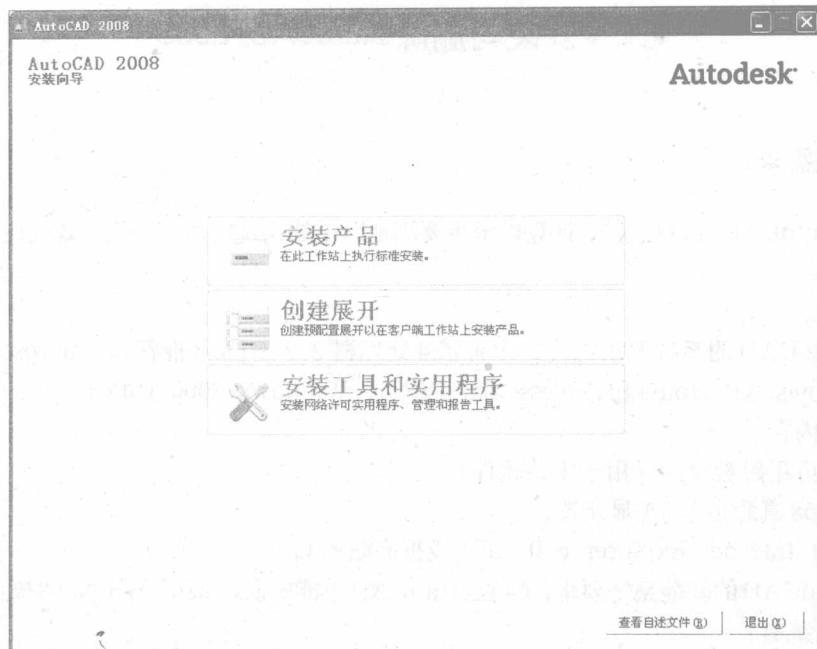

图 1-2-1
(1) AutoCAD 2008 安装光盘共 2 张。将 AutoCAD 2008 光盘 1 放入计算机的 CD-ROM 驱动器，此时会自动打开 AutoCAD 2008 安装对话框。
(2) 在对话框中点击“安装产品”按钮，如图 1-2-1 所示。